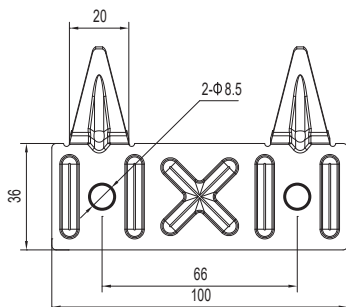
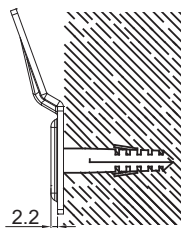

Figura 2
Figura 3
- ① Este aquecedor de água elétrico deve ser instalado numa parede firme, sólida e nivelada que possa suportar uma carga igual ao dobro do peso do aquecedor de água completamente cheio de água. Se necessário, pode ser utilizado um suporte reforçado. Se a parede tiver tijolos ocos, certifique-se de que os preenche completamente com cimento antes de instalar o aparelho.
- ② Depois de selecionar um local adequado, fixe o suporte na parede. Siga os passos indicados. A fixação deve ser efetuada com parafusos e buchas, como indicado na figura 3. O aspeto do suporte é o indicado na figura 2.
- ③ Alinhar as ranhuras na parte de trás do termoacumulador com as 2 patilhas metálicas no suporte e proceder à fixação do produto. Verificar se a instalação está concluída antes de tentar deslocar o aquecedor.